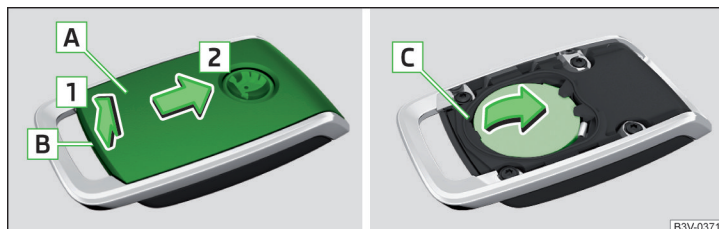

Fig. 342 Démontage le cache / retirer la pile
- Avec un tournevis plat fin, détachez le cache **A** dans la zone **B** » fig. 342.